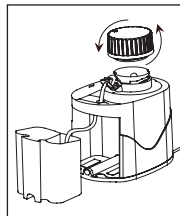

Fig. 4
- 3) Retire la tapa del tanque calentador de agua haciéndola girar en sentido contrario a las agujas del reloj, Fig. 4.